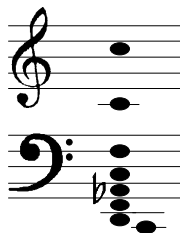

Abb. 1: *Subharmonische* eines Signals mit der Tonhöhe C5
- ① **CV In** : Eingang für Steuerspannung
- ② **In** : Eingang für Audio-Signal
- ③ **Out** : Ausgang des Frequenzteilers
① Manual
Mit dem Regler ① stellen Sie **manuell** den **Teiler N** ein. Durch **ganzzahlige Division der Eingangssignal-Frequenz** entstehen die **Subharmonischen**. Die Tabelle in Abb. 1 zeigt am Beispiel des Eingangssignals mit der Tonhöhe C5 (523,2 Hz) die Frequenzen der entstehenden Subharmonischen und die korrespondierenden Tonhöhen.
In Abb. 1 wird ein Dreiecksignal als Steuerspannung verwendet. Da nur ganzzahlige Teiler aus dem kontinuierlichen Signalverlauf des Dreiecks erzeugt werden, erfolgt eine zeitliche Quantisierung. Auf diese Weise entsteht ein "subharmonisches Glissando", d.h. es werden einzelne, gleichlange Töne (Subharmonische des Grundtones vom VCO) erzeugt.